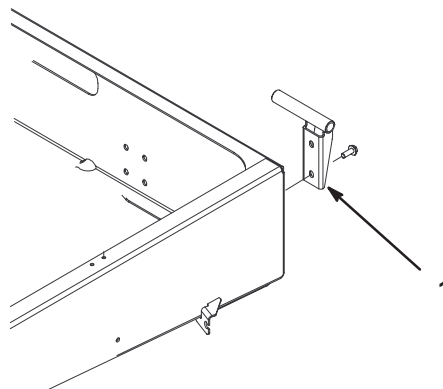

Figura 8
2. Monte el soporte del pivote de la izquierda en la esquina izquierda trasera del bastidor con dos tornillos (3/8 x 1 pulg.). Coloque el soporte tal y como muestra la Figura 8.